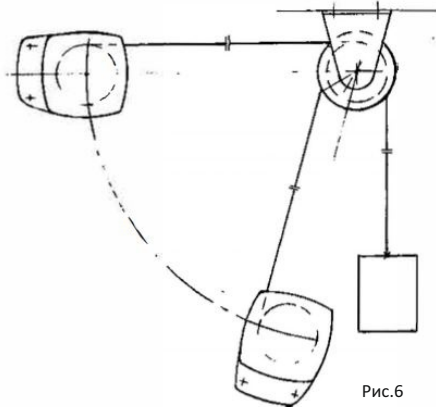

Рис.6
2. Использование в тесненных условиях (рис.6)